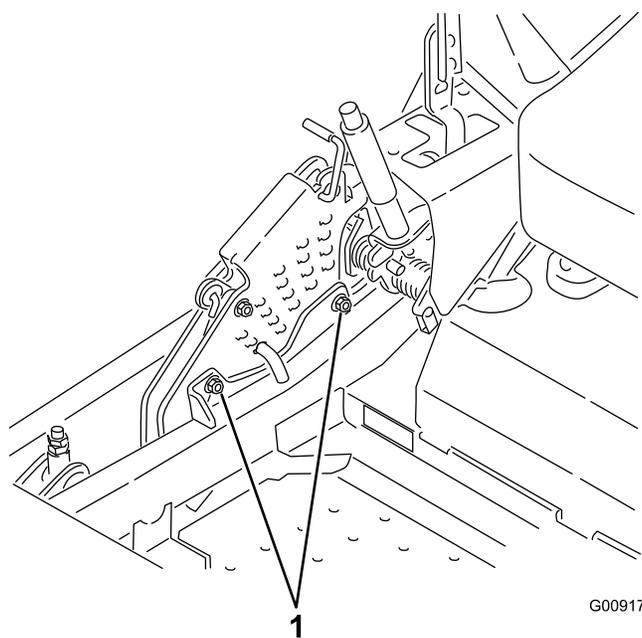

Figura 88
12. Para ajustar el sistema de ajuste de un solo punto, afloje los dos pernos situados cerca del borde inferior de la pletina de altura de corte. Consulte Figura 88.
14. Apriete los dos pernos situados cerca del borde inferior de la pletina de altura de corte (Figura 88). Apriete a 37–45 Nm (27–33 pies-libra).